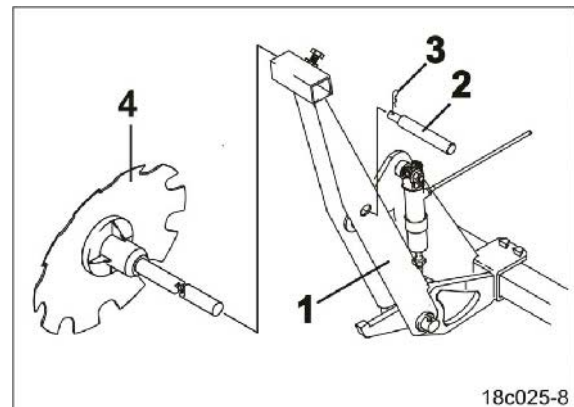

Fig. 137
3. Fest sporskivefestet (Fig. 137/1) med bolten (Fig. 137/2).
4. Sikre bolten med splinten (Fig. 137/3).
5. Maskinen har to sporskivefester (Fig. 137/1). Sikre det andre sporskivefestet som beskrevet.
6. Trekk sporskivene (Fig. 137/4) ut av sporskivefestene.
Oppbevar sporskivene (Fig. 137/4) på et egnet sted under transport.